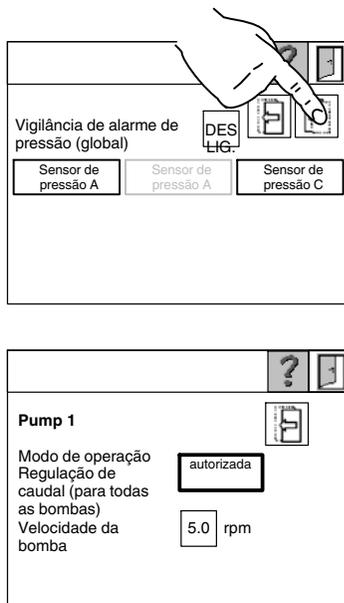

Fig. 4-115
2. Todas as receitas elaboradas estão enumeradas em *Download customer recipe*. Clique no nome da receita desejada e carregue a receita (fig. 4-115).